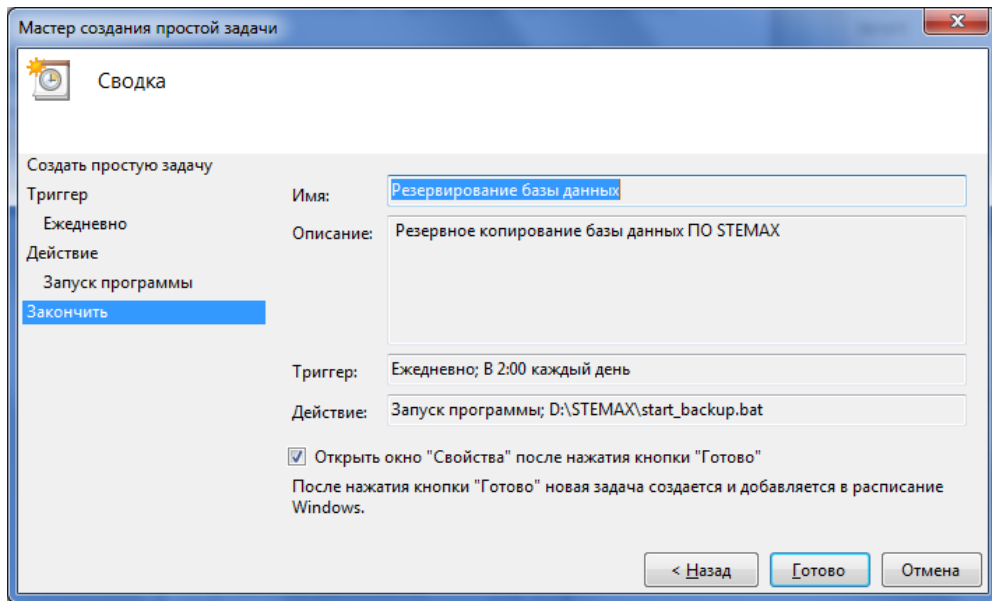

Рис. 7.25. Завершение создания задания
- В следующем окне установите флажок *Открыть окно «Свойства» после нажатия кнопки «Готово»* и нажмите кнопку *Готово* (Рис. 7.25).